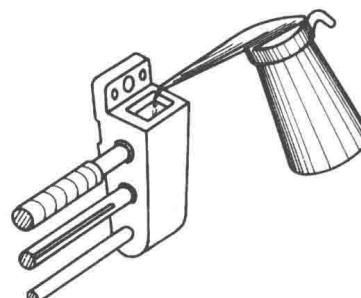

图 1-5 丝杠、光杠轴承润滑
⑤丝杠、光杠轴承座上方油孔中加油方法如图1-5所示。由于丝杠、光杠转动速度较快，因此要求做到每班加油一次。